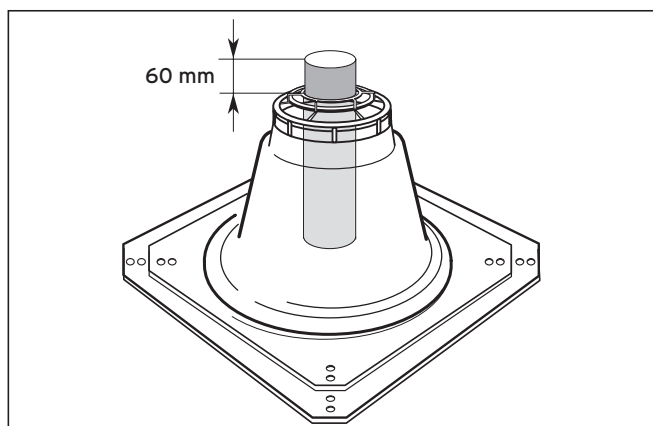

Fig. 4.81 Longueur du conduit supérieur des fumées
- Contrôle : Le conduit doit dépasser d'au moins 60 mm au-dessus de la base du chapeau de la cheminée (13) (→ Fig. 4.81).
- Introduisez la calotte du chapeau de cheminée (14) au-dessus de l'extrémité supérieure du conduit des fumées rigide et appuyez dessus. (La calotte ne s'enclenche pas dans la base.)